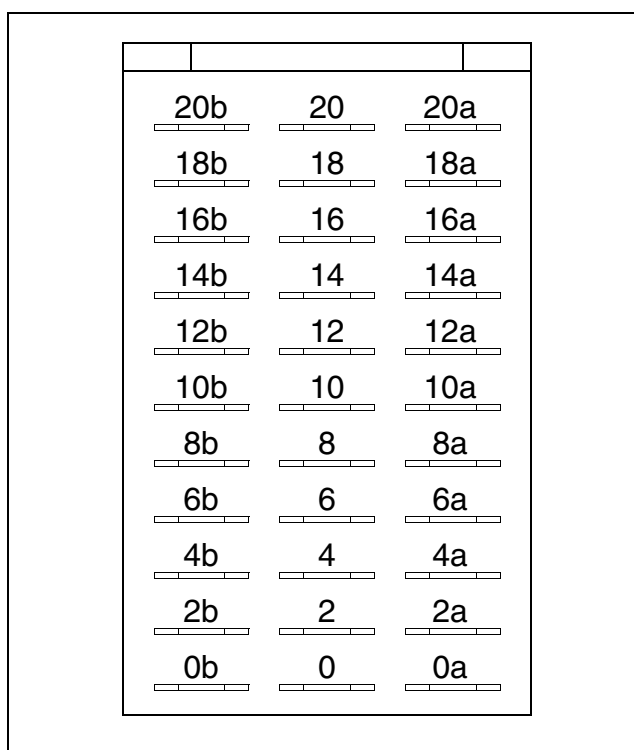

Figura 14
- El lado de números pares del temporizador de programación puede configurarse con puentes para ajustar la temperatura de enjuague o cambiar el nivel de agua para la fase de lavado. Consulte la *Figura 14*.